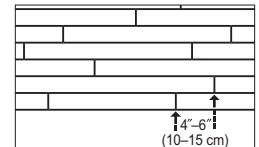

Figura 4
- Es importante alternar los extremos de los tablones en hileras contiguas a un mínimo de 4"-6" (10-15 cm) siempre que sea posible (Figura 4). Esto ayudará a garantizar un aspecto general más favorable del piso.
• Las juntas de extremo de las hileras contiguas deberán escalonarse a un mínimo de 4"-6" (10–15 cm) cuando sea posible, para garantizar un aspecto general más favorable (Figura 4).
• Verifique que los bordes y extremos de cada tablón hayan encajado bien y estén ajustados. Las juntas de extremo de las hileras adyacentes deberán escalonarse a 4"-6" (10–15 cm) siempre que sea posible, para garantizar un aspecto general más favorable (Figura 4).